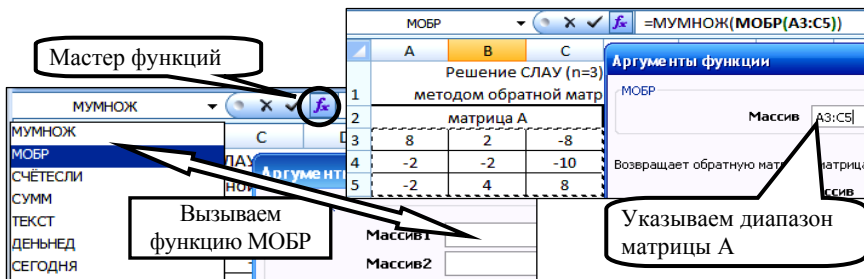

Рис. 7.8. Использование функций МУМНОЖ и МОБР
3. В окне *Аргументы функции* установить курсор в поле *Массив1* и вызвать функцию МОБР (рис. 7.8).